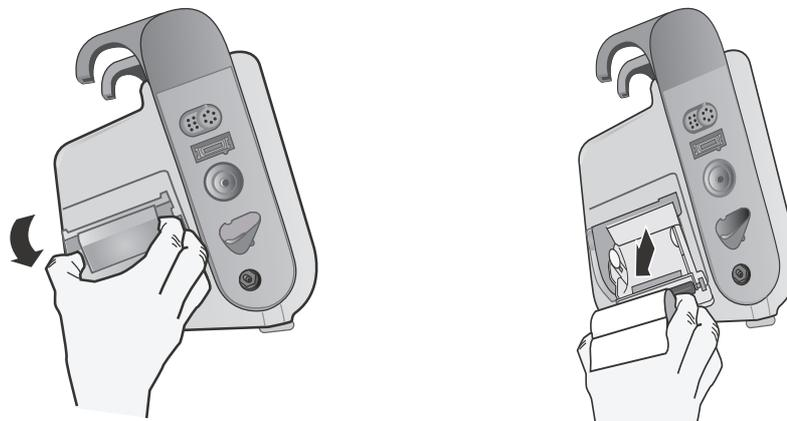

Abbildung 24-1. Öffnen der Druckerklappe und Entfernen des Papiers
1. Ziehen Sie an der Druckerklappe, um sie zu öffnen (siehe Abb. 24-1), und entnehmen Sie das Papier.